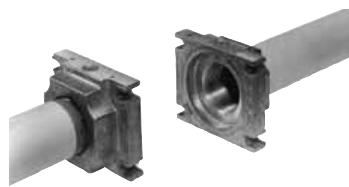

Рис. 10
1. Установить фланец на трубе. Использовать соответствующую применяемому газу оснастку (Рис. 10)